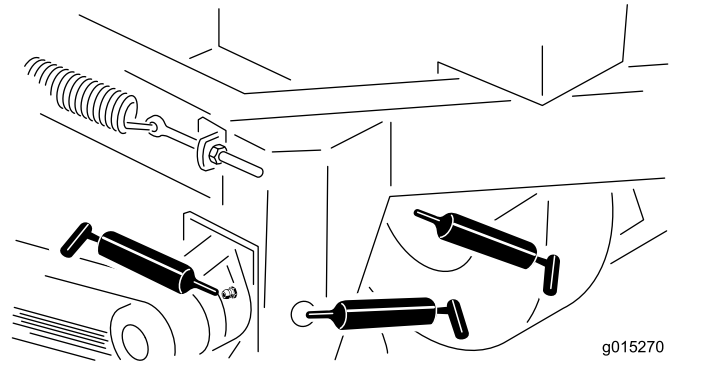
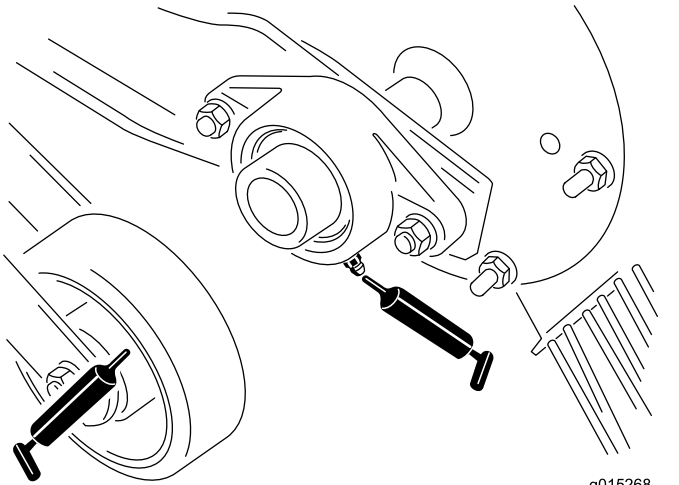
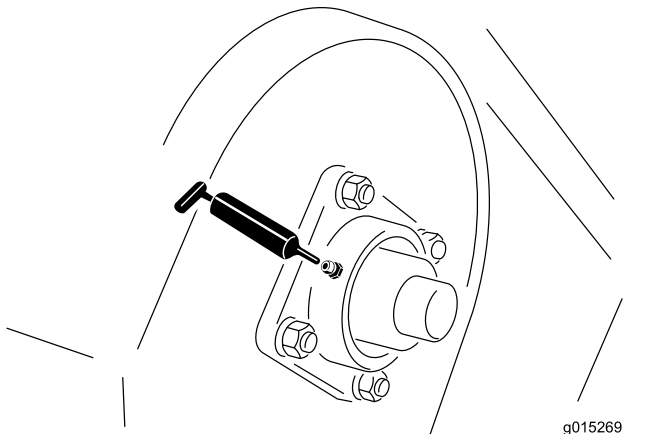

图13
图11
图12
2. 用黄油枪将润滑脂打入到轴承和衬套中（图11、图12 和图13）。